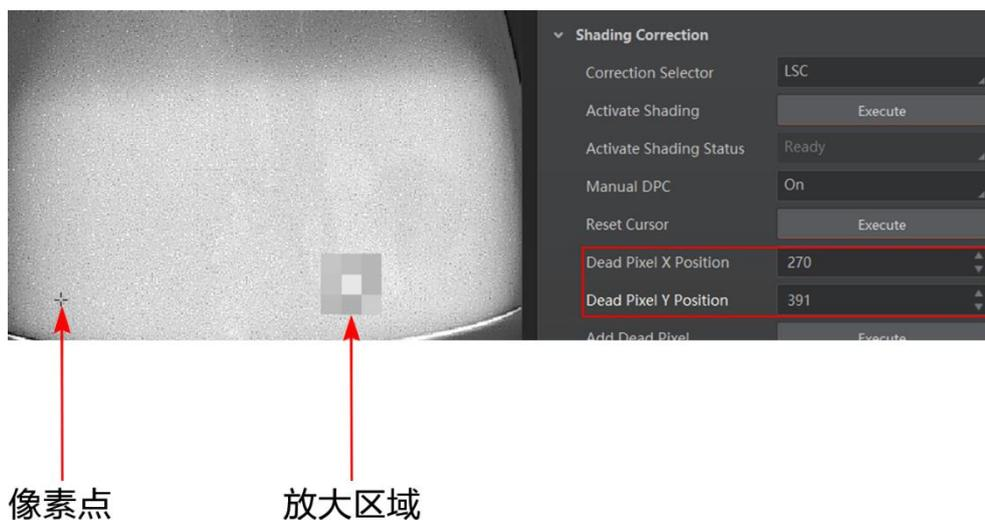

图6-16 设置坏点坐标
3. 在 *Dead Pixel X Position* 和 *Dead Pixel Y Position* 输入该像素点的坐标，通过界面的  $3 \times 3$  放大区域可更清楚查看输入的像素点，如图 6-16 所示。